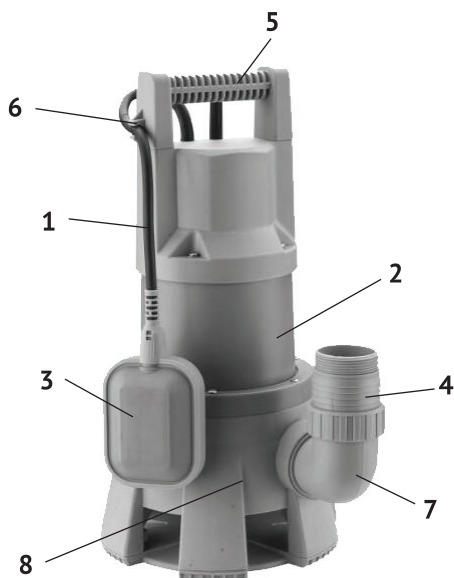

рис.1
2.4 Общий вид насоса представлен на рис.1
2.5 Двигатель и насос расположены в пластиковом корпусе (рис.1 поз.2) . Насос приводится в действие асинхронным двигателем переменного тока. Подключение насоса к сети осуществляется кабелем питания со штепсельной вилкой с заземляющим контактом. Насос начинает работу при подключении к сети питания.
4.2 Прикрутите к корпусу насоса (рис.1 поз.2) угловой патрубков (рис.1 поз.7) с предварительно прикрученным к нему выходным штуцером (рис.1 поз.4). Смонтируйте и присоедините к выходному штуцеру напорную магистраль.
4.4 Для установки других пределов регулировки, следует изменить вылет поплавка относительно места крепления (рис.1 поз.6) его кабеля (рис.1 поз.1) на рукоятке (рис.1 поз.5). Проверьте, что уровень воды в пределах поля регулирования по отношению к перекачиваемому объёму, не потребует от насоса 30-ти и более выключений в час. Частые коммутации выключателя сокращают срок службы насоса.
4.5 Привяжите верёвку (трос) к ручке (рис.1 поз.5) насоса. Кабель питания можно закрепить на этой верёвке.